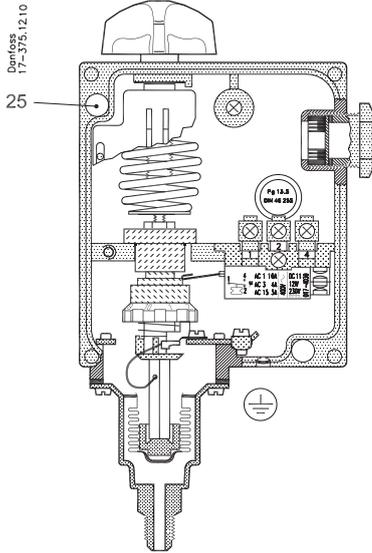

Fig. 1
The pressure switch is designed for fitting on the valve panel or the compressor. Use the mounting holes pos. 25, fig. 1. If the control is subjected to vibration, it should be mounted on a soft intermediate base.
Pressostaten monteres på ventiltavlen eller på selve kompressoren. Benyt monteringshullerne pos. 25, fig.1. Hvis apparatet kan blive udsat for vibrationer, bør det monteres på et blødt underlag.